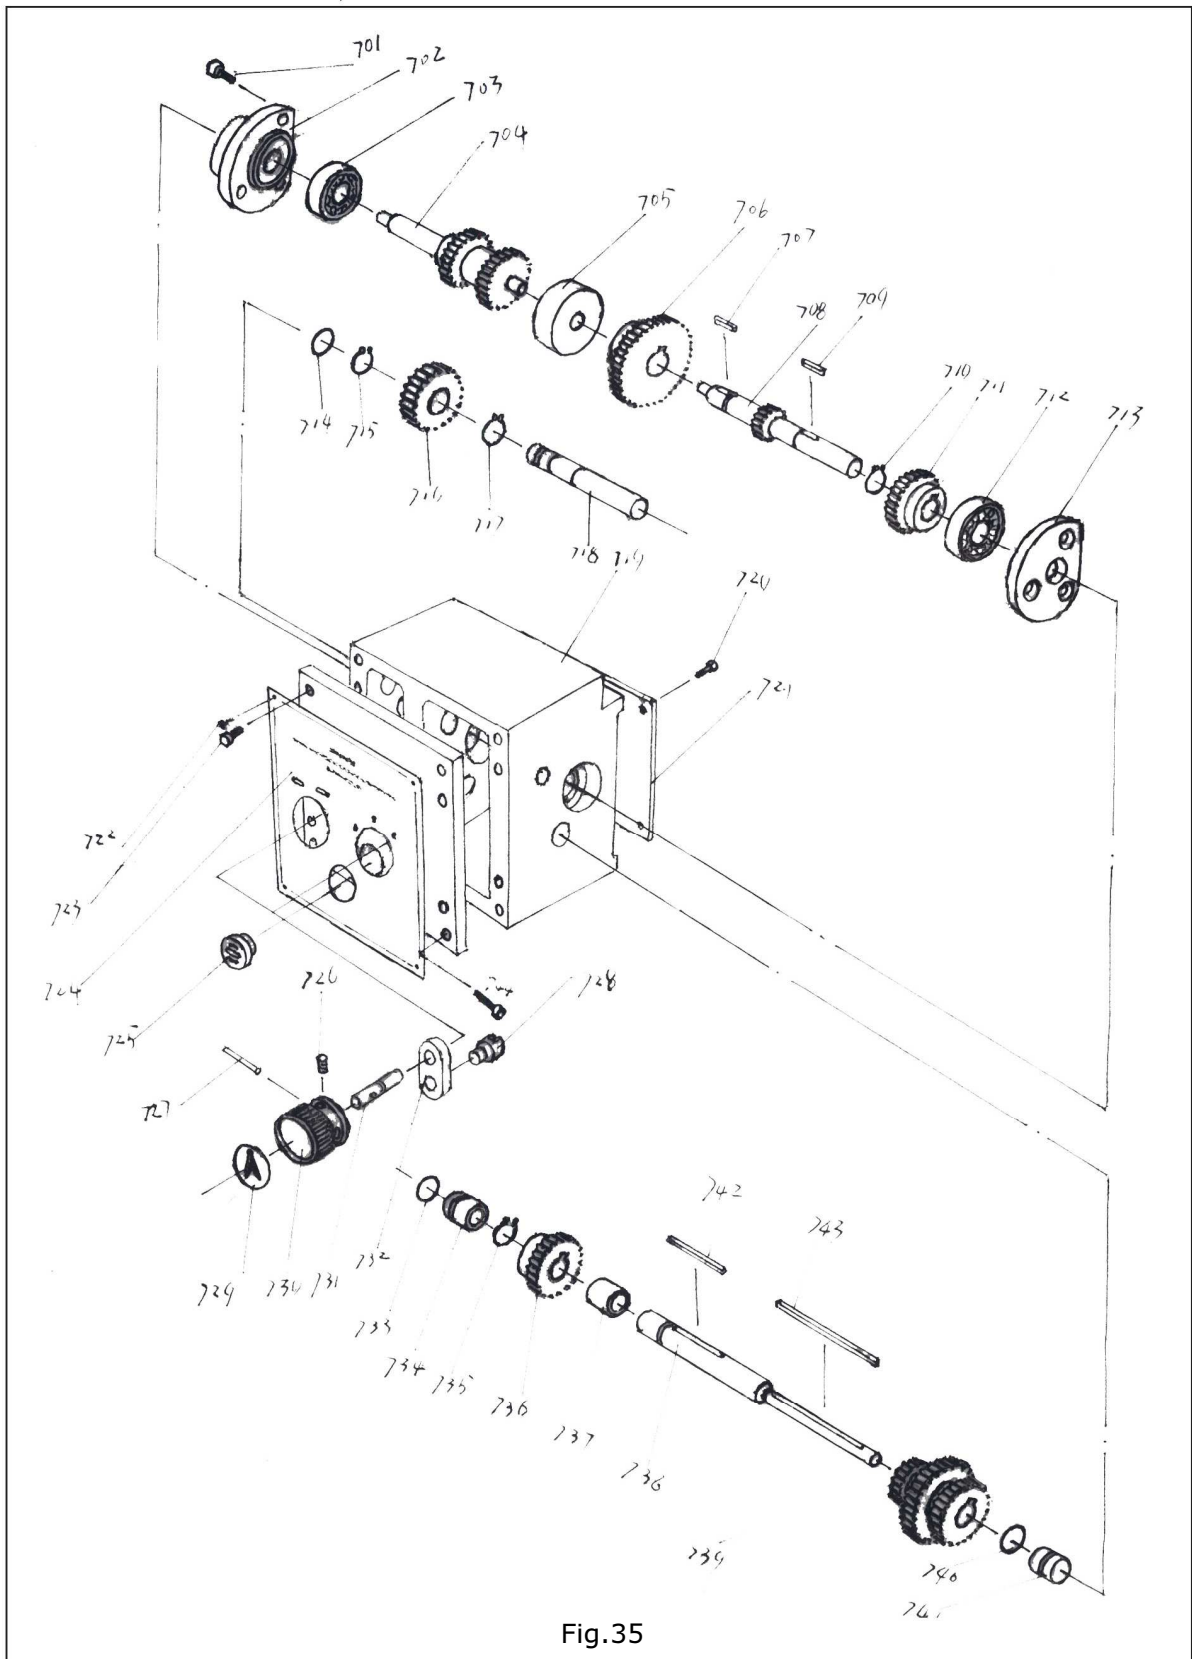

Fig.35
- Boîtier d'avance (figure 35)**